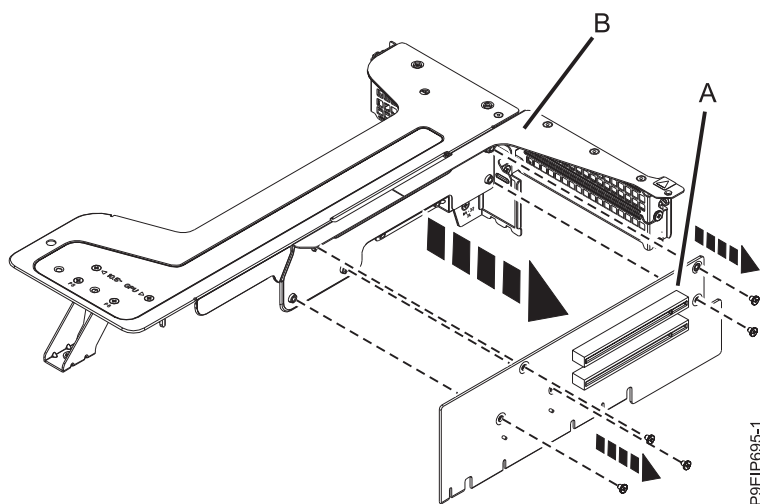

Figura 25. Removendo a placa riser da posição 1
8. Remova a placa riser do quadro riser. Remova os cinco parafusos que prendem a placa riser (A) ao suporte do riser (B), conforme mostrado na Figura 25.